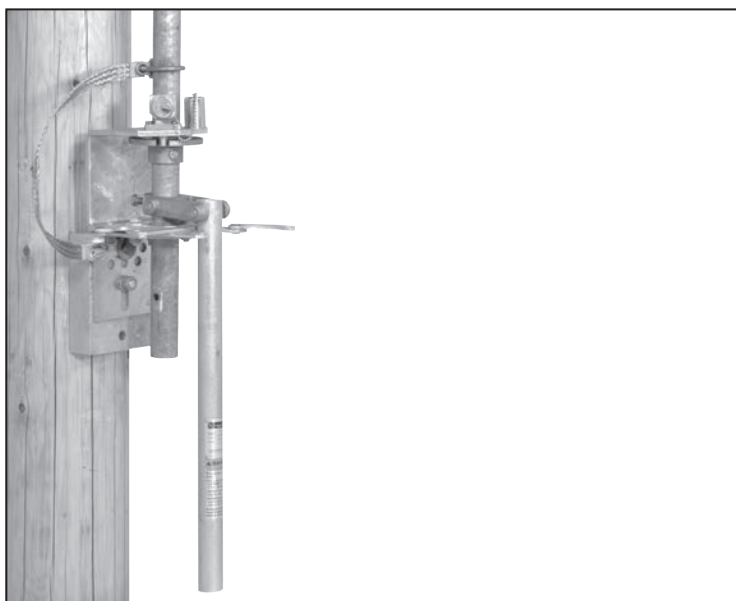

Figura 48. Desenganche del tornillo de la llave de bloqueo.
**PASO 42.** Si el ensamble de la palanca de operación es proporcionado con una llave de bloqueo, desenganche el tornillo del bloqueo. Ver Figura 48.